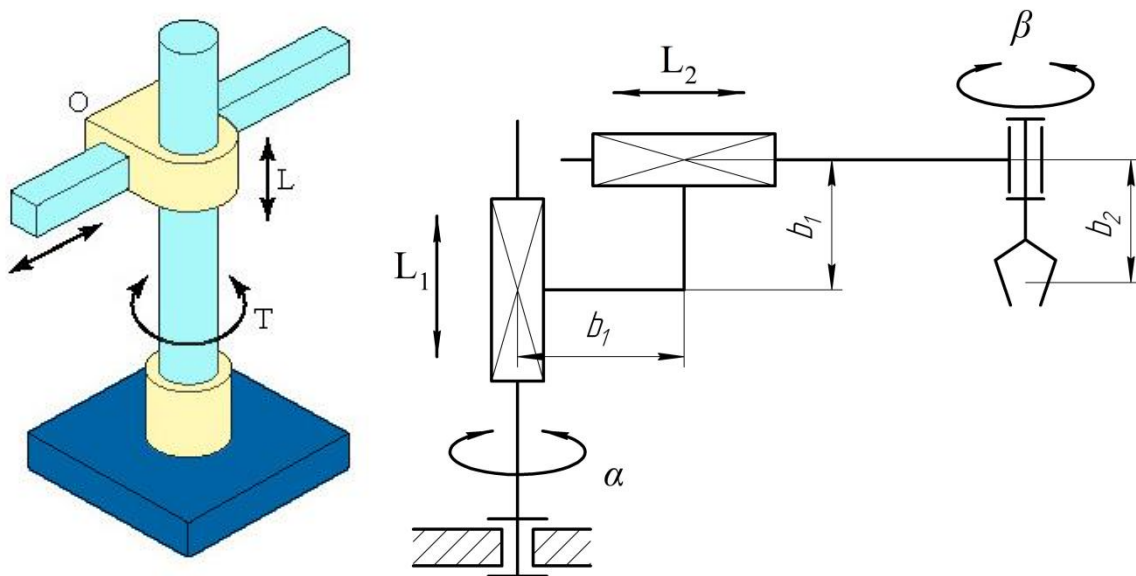

Рисунок 2 - Схема манипулятора
2. Провести исследование манипулятора (рисунок 2)